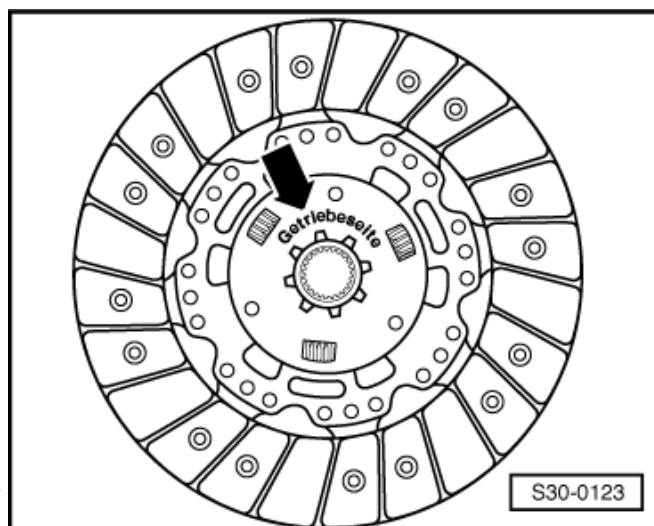

Abb. 6: Enden der Membranfedern prüfen
- ☐ Enden der Membranfedern prüfen ⇒ Abb. 6 in **30-3** Seite 6
- ☐ Federverbindungen und Nietverbindungen prüfen ⇒ Abb. 6 in **30-3** Seite 6